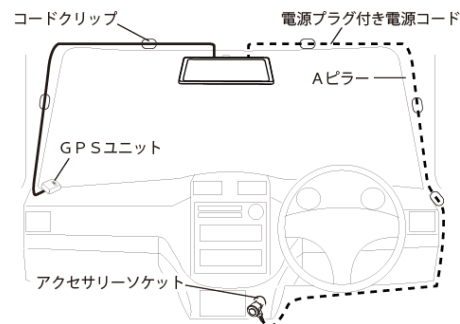

図11
- 7) コード類はビラー内等を通し、運転の妨げにならないように配線処理してください。必要に応じてコードクリップ等(付属していません)で配線を固定してください(図11参照)。